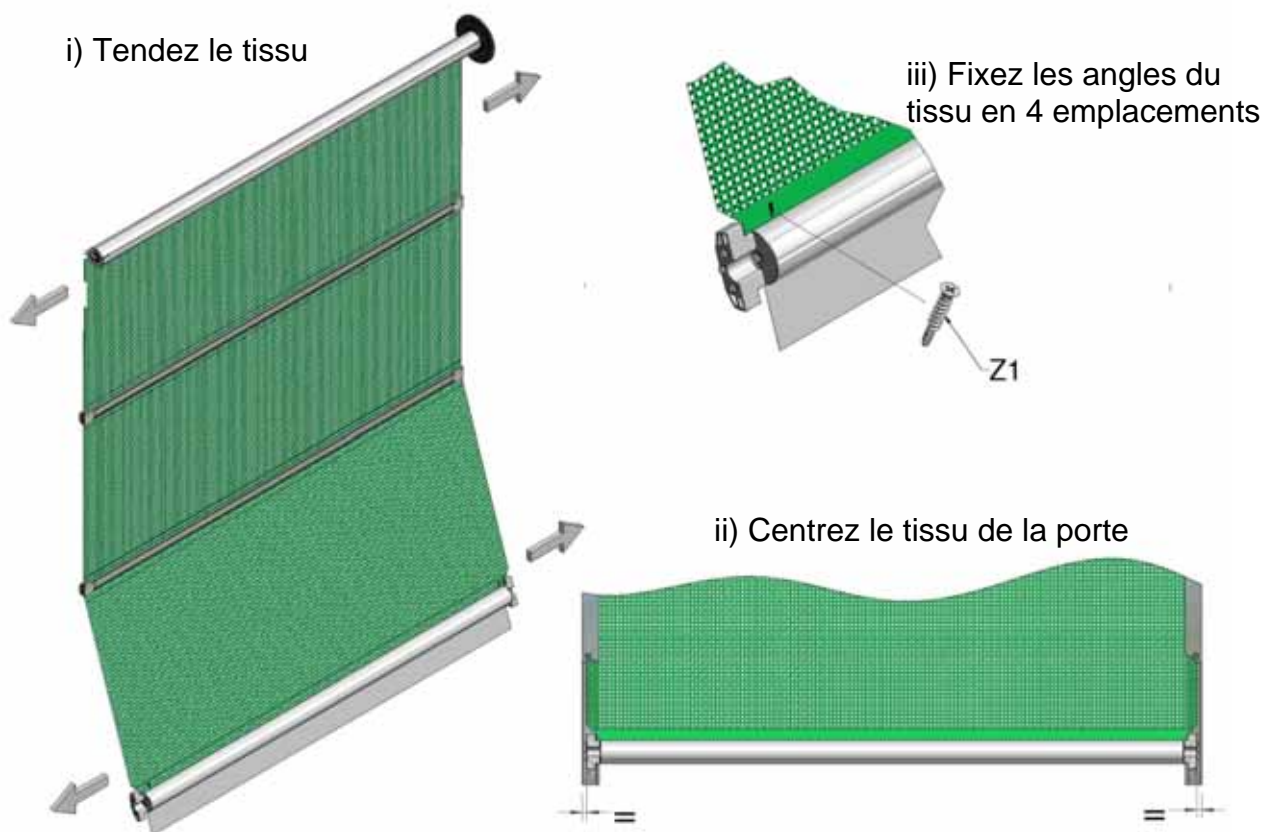

Figure 17, centrage de l'écran
16. Abaissez complètement votre porte et fixez le panneau de tissu au tube supérieur et au tube inférieur avec les vis autoperceuses. Il est important de tendre latéralement le panneau avant de le fixer pour retirer les plis (figure 17). Insérez les vis dans le tube supérieur de 35 mm au maximum à partir du bord pour empêcher d'endommager le ressort. Insérez une extrémité du tube inférieur dans le rail de guidage, soulevez et insérez l'autre extrémité dans le rail de guidage opposé. Vérifiez le fonctionnement des loquets de verrouillage ; il peut être nécessaire de découper une petite partie du tissu au-dessus du tube pour permettre au levier de se fermer complètement.